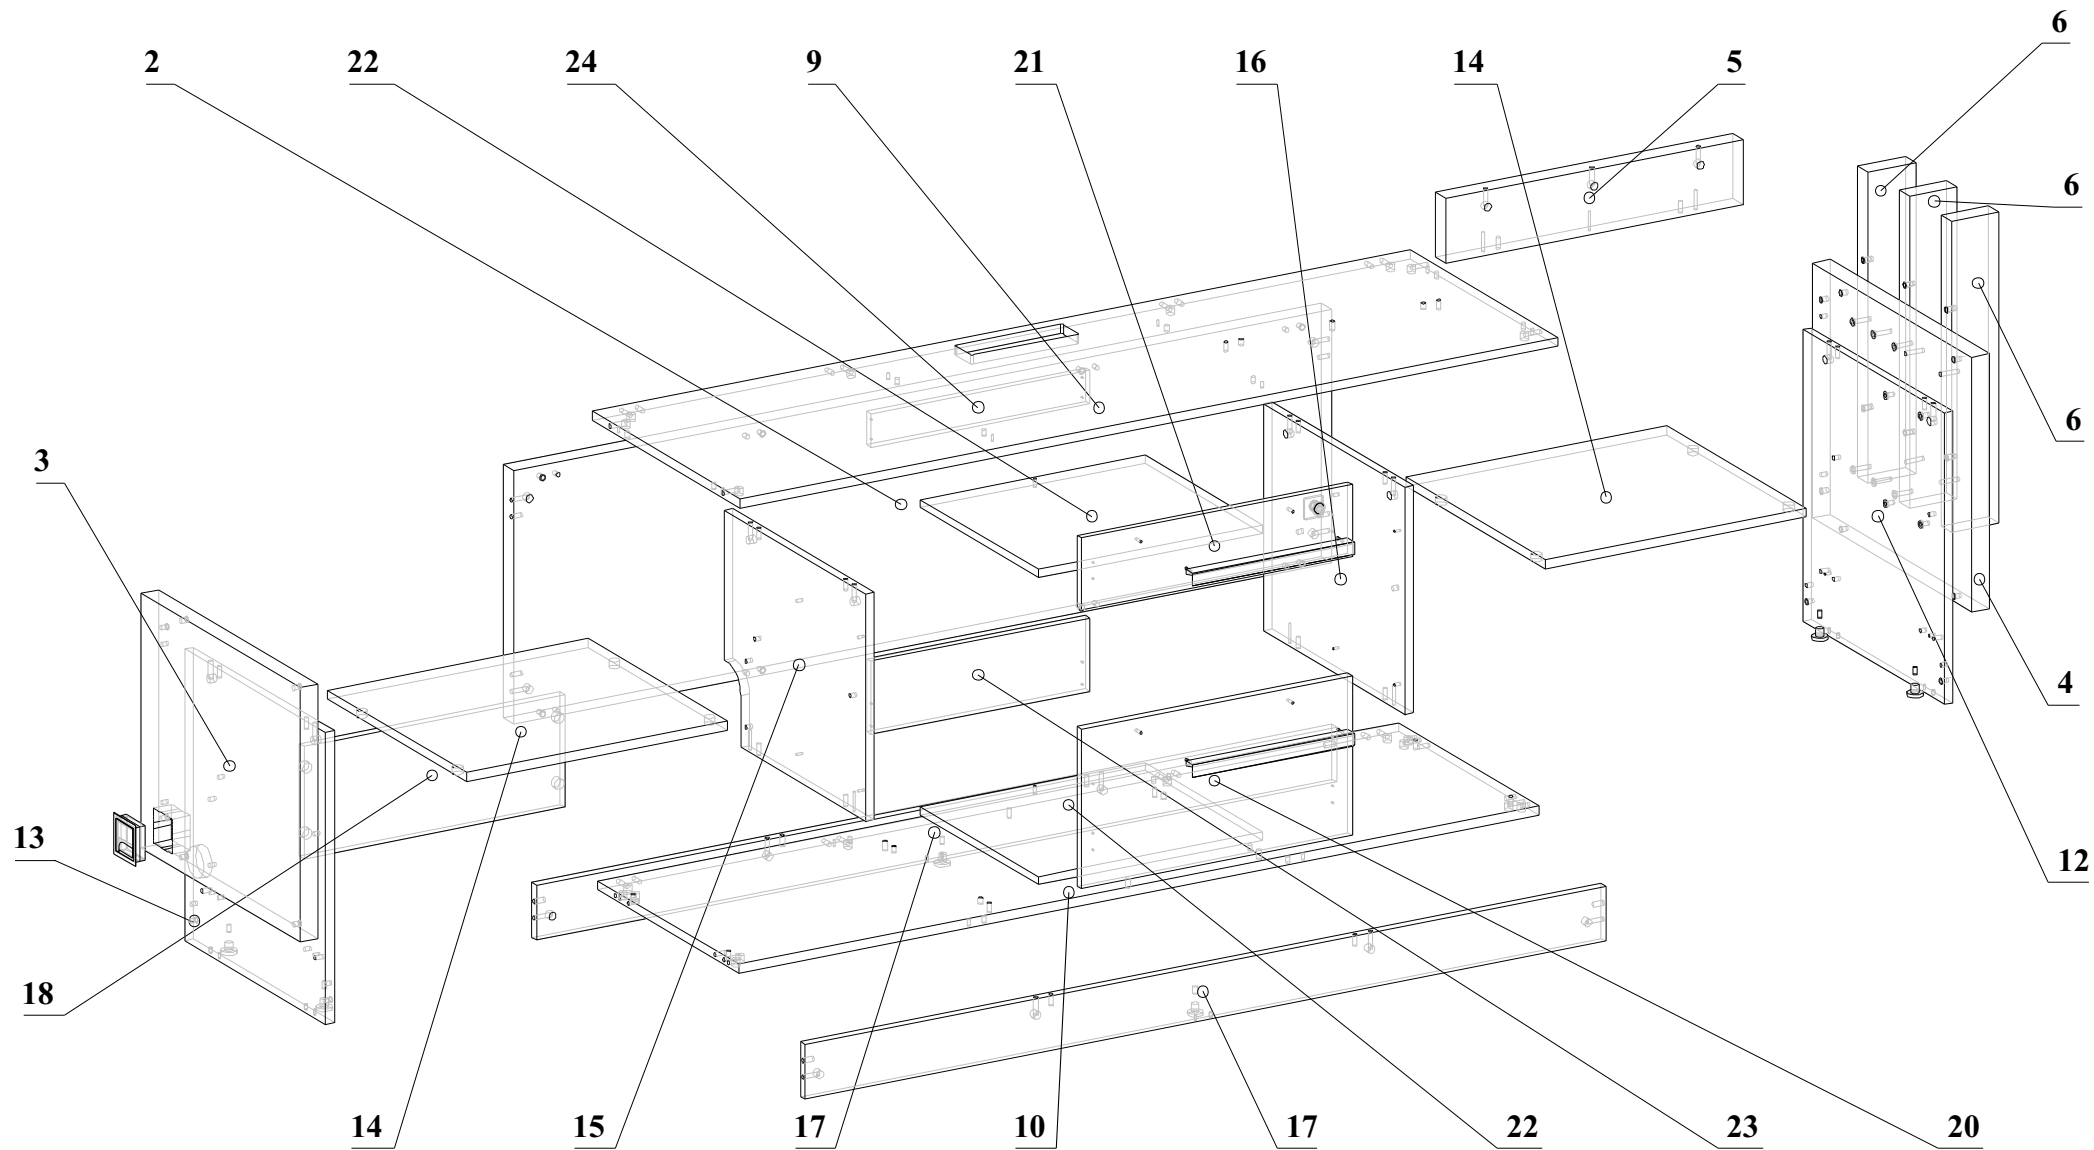
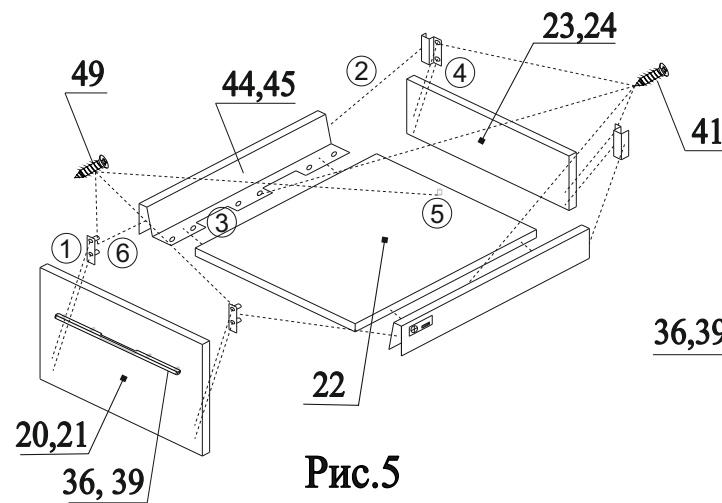

Рис.2
Рис.5
1. На детали 12,13,17 установить опоры 37, закрепить шурупами 41 (рис. 2);
2. В отверстия на деталях 9,10,12,13 вкрутить дюбеля 28 (рис. 2);
3. В отверстия на деталях 5,9,10,11,12,13,15,16,17 вставить эксцентрики 43 стрелками к торцевым отверстиям (рис. 2,3);
4. В торцы деталей 5,9,10,11,12,13,15,16,17 вставить шканты 40 (рис. 2,3);
5. В отверстия на деталях 12,13,15,16 вбить пластиковые муфты 35 (рис. 2);
6. В пластиковые муфты на деталях 12,13,15,16 вкрутить дюбеля 26 (рис. 2);
7. В муфты на деталях 1,2,3,4 вкрутить дюбеля 27 (рис. 2,3);
8. В отверстия на деталях 14,18 вбить полкодержатели 38 (рис. 2);
10. Соединить деталь 10 с деталями 17, затянуть эксцентрики по часовой стрелке до упора (рис. 2);
11. Соединить детали 12,13 с деталями 10,17, затянуть эксцентрики по часовой стрелке до упора (рис.2);
12. Соединить детали 15,16 с деталью 10 конфирматами 34 (рис. 2);
13. Соединить деталь 9 с деталями 12,13,15,16, затянуть эксцентрики по часовой стрелке до упора (рис. 2);
14. Соединить деталь 2 с деталями 9,10, затянуть эксцентрики по часовой стрелке до упора (рис. 2);
15. Соединить деталь 3 с деталями 2,13, затянуть эксцентрики по часовой стрелке до упора и вставить заглушку 29 (рис. 2);
16. Соединить детали 6 с деталью 4 винтами 51 (рис.2);
18. Соединить деталь 5 с деталью 9 конфирматами 34 (рис. 2);
19. Вставить детали 14,18 (рис. 2);
20. Привернуть к детали 20, 21 шурупами 49 держатели боковин из комплекта 44, 45 (1). Соединить боковины и держатели задней стенки из комплекта 44, 45 (2). Соединить деталь 22 с боковинами, закрутить шурупы 41 (3). Прикрутить деталь 23, 24 шурупами 41 к держателям задней стенки (4). Прикрутить деталь 22 к детали 23, 24 шурупом 49 (5). Соединить боковины
- и детали 20, 21 (6). Более подробная инструкция находится в комплекте 44, 45 (рис. 5);
22. Прикрутить ручки 39 к деталям 20 и 21, надев на винты насадное кольцо 36 (рис.5, 6);